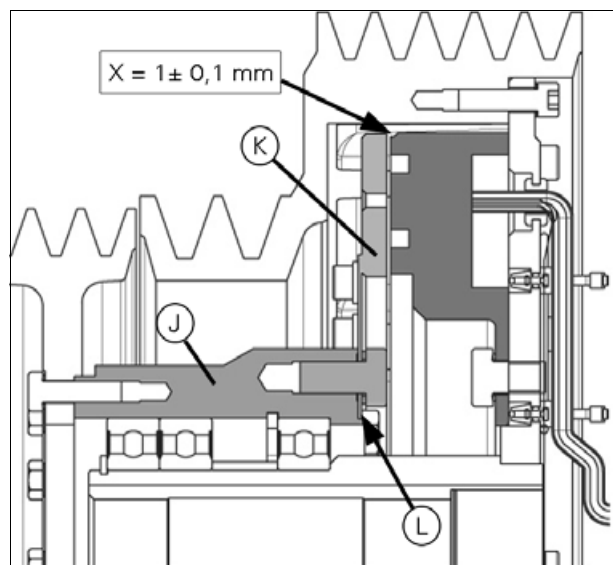

Рис. 24.
- Регулировка производится путем снятия или установки прокладок между ступицей (J) и диском муфты (K) у (L).
- Если невозможно выставить необходимый зазор, поскольку недостаточно прокладок для снятия, необходимо снять некоторое количество материала со ступицы (J) согласно схеме (рис. 24).